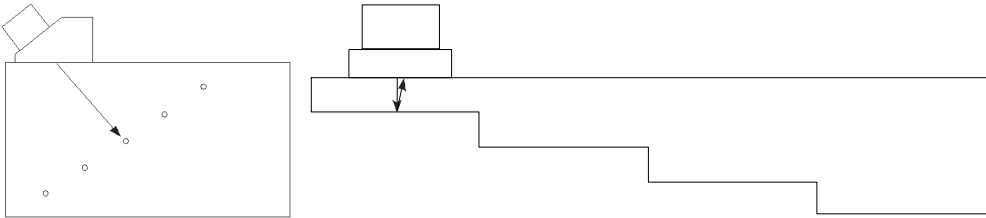

Figura 5-18 Bloques de calibración para la calibración de la curva DAC
1. Coloque la sonda sobre un bloque de calibración, tal como se muestra en la Figura 5-18 en la página 149.